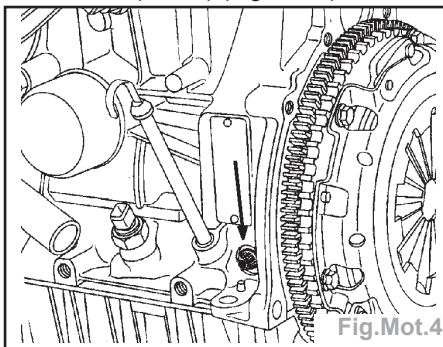

Fig.Mot.4
- Déposer le bouchon de pige de Point Mort Haut (flèche) (Fig.Mot.4).